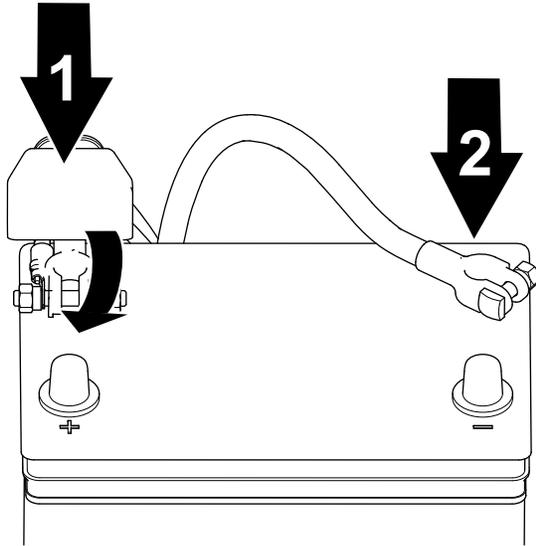

图 38
1. 将正极接线连接到电池，拧紧电池夹螺母（图 38）。
2. 将负极接线连接到电池，拧紧电池夹螺母（图 38）。